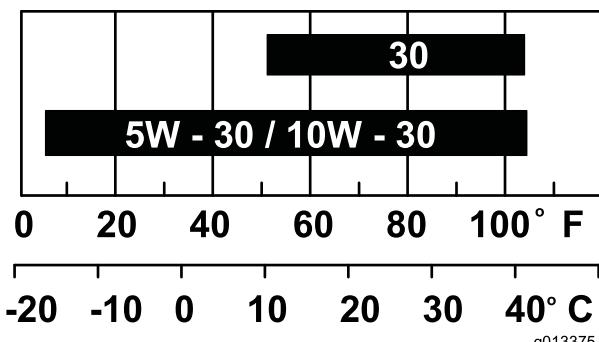

Figure 26
**Viscosité :** voir Figure 26.